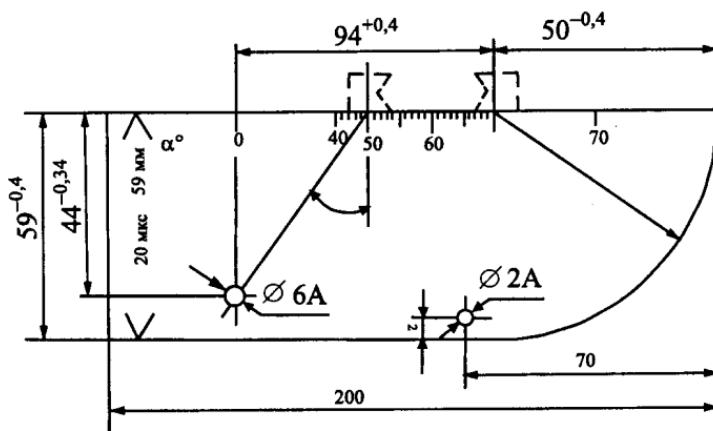

Рисунок 3. Стандартный образец СО-3Р
3. На эскизе (рис. 3) дать схему стандартного образца ЗР, который используется при контроле сварных стыков рельсов дефектоскопом со встроенным аттенюатором (РДМ-3) для настройки прибора на условную чувствительность, определение точки выхода и угла ввода луча, проверку «мертвой» зоны.
- установить искатель на образце (рис. 3) таким образом, чтобы на экране дефектоскопа появился эхо-импульс;